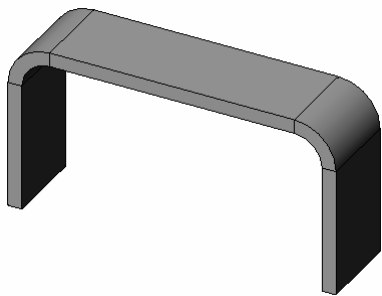

图 9-35 生成的基体法兰实体
❸ 修改基体法兰参数。在“基体法兰”对话框中，修改“深度”栏中的数值为：30mm；“厚度”栏中的数值为：5mm；“折弯半径”栏中的数值为：10mm，然后单击“确定”图标。生成基体法兰实体如图 9-35 所示。